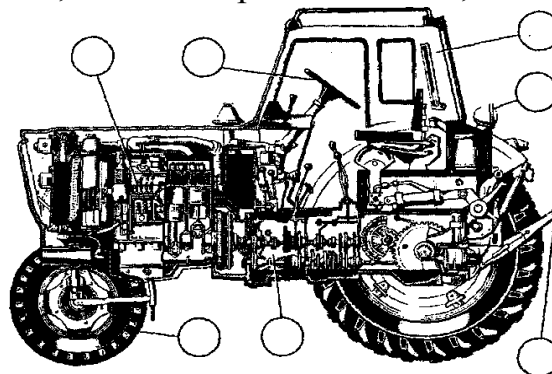

Рисунок 2
8. На рис. 2 цифрами позначте частини колісного трактора, які належать до: